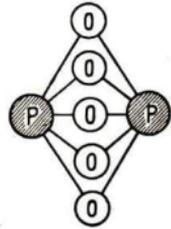

Abb. 451
3. Beim Verbrennen des Phosphors (Abb. 403) entstehen weiße Flocken von **Phosphorpentoxyd** P_2O_5 (penta = fünf, Abb. 451). Dessen Auflösung in Wasser gibt die Phosphorsäure. ($P_2O_5 + 3 H_2O = 2 H_3PO_4$.)